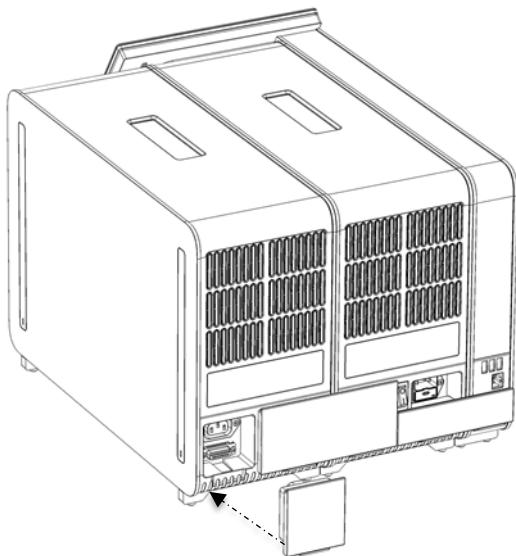

Abbildung 19. Anschließen des Abschlussstücks.
7. Schließen Sie das Abschlussstück an der Rückseite des Analysemoduls an (Abbildung 19).